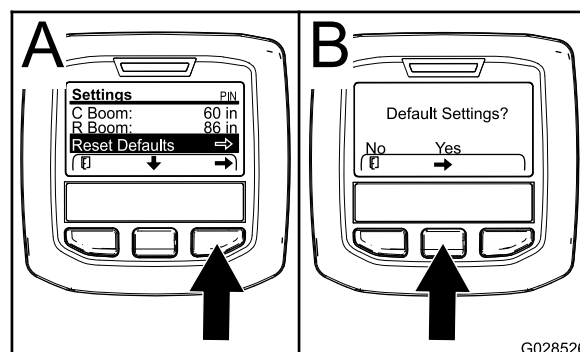

Figure 75
- Appuyez sur le bouton de sélection central pour naviguer jusqu'à l'option Restauration des paramètres par défaut (Figure 75).
- Dans l'écran Paramètres par défaut, appuyez sur le bouton de sélection gauche pour Non ou sur le bouton droit pour Oui (Figure 75).